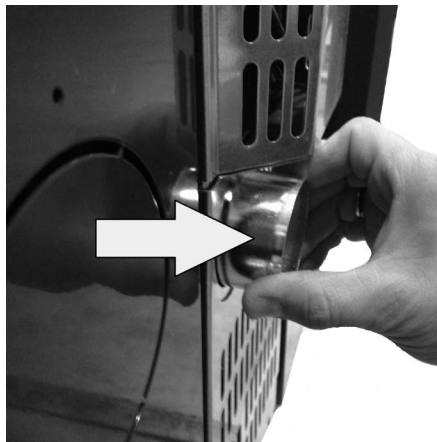

Fig. 13 - Φάση 2
- Τραβήξτε προς τα έξω το σωλήνα κατά 2 cm περίπου (βλέπε **Fig. 13**).